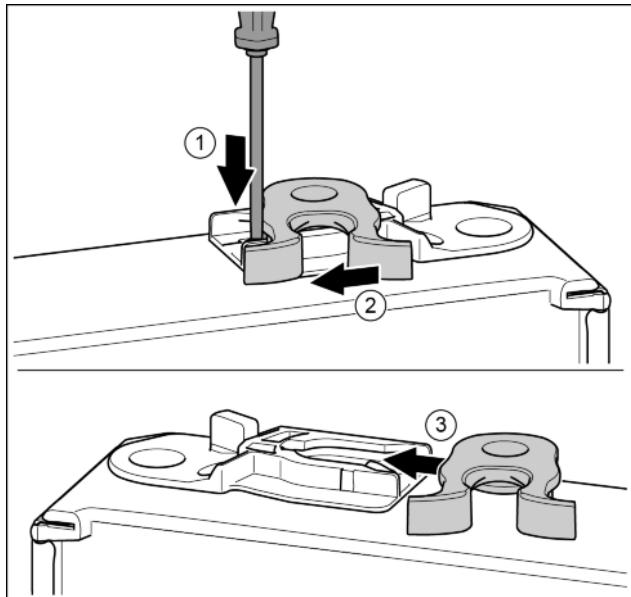

Fig. 14
► С плоска отвертка натиснете езичето надолу. Fig. 14 (1)
► Извадете затварящата кука от водача. Fig. 14 (2)
► Вкарайте затварящата кука във водача от другата страна. Fig. 14 (3)